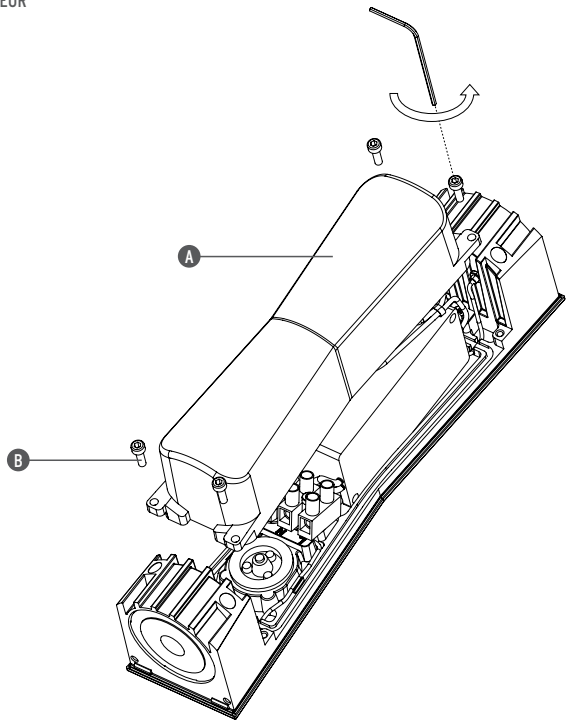

Fig. 1
- <IT> Fig.1 Smontare la copertura (A) svitando le viti (B) con la chiavetta fornita in dotazione.
- <GB> Fig.1 Dismantle the cover (A) unscrewing the screws (B) with the allen key included.
- <DE> Abb.1 Lösen Sie die Schrauben (B) mit dem beige-packten Schraubenschlüssel und nehmen Sie die Verkleidung (A) ab.
- <FR> Fig.1 Démontez le couvercle (A) en dévissant les vis (B) à l'aide de la clé Allen fournie dans l'emballage.
- <ES> Fig.1 Desmontar la tapa (A) desatornillando los tornillos (B) con la llave suministrada en dotación.
- <PT> Fig.1 Desmontar a tampa (A) desapertando os parafusos (B) com a chave fornecida.
- <RUS> Рис.1 Снять кожух (A), вывернув винты (B) ключом, поставляемым в комплекте.